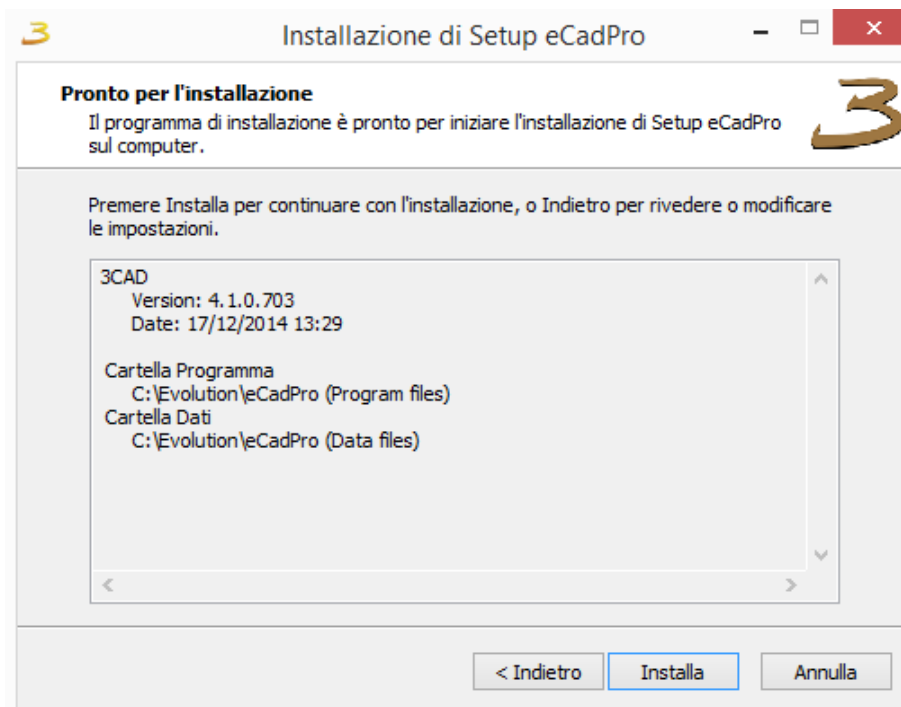

Figura 2.6: Avvio installazione.
- d) Fare click su **Installa** per avviare installazione, figura 2.6.